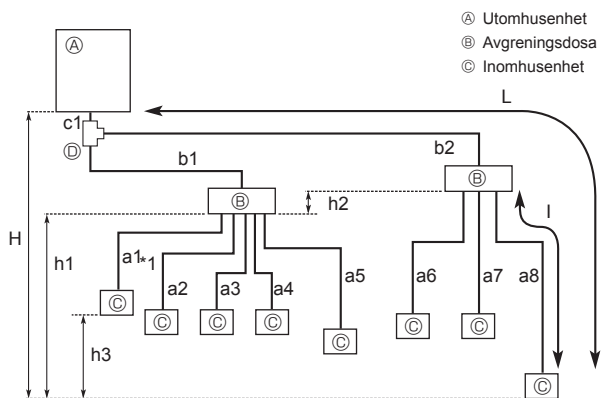

Fig. 4-2
4.2.2. Anslutning med Avgrenningsdosa (Fig. 4-2)